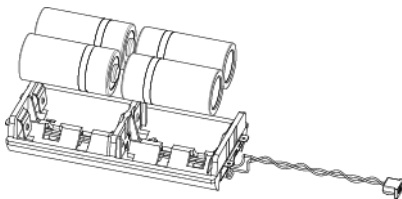

Figura 11
3. Insira as baterias novas, observando a polaridade (*ver Figura 11*).
2. Abra a tampa do compartimento das baterias e desconecte o cabo das baterias (*ver Figura 11*).